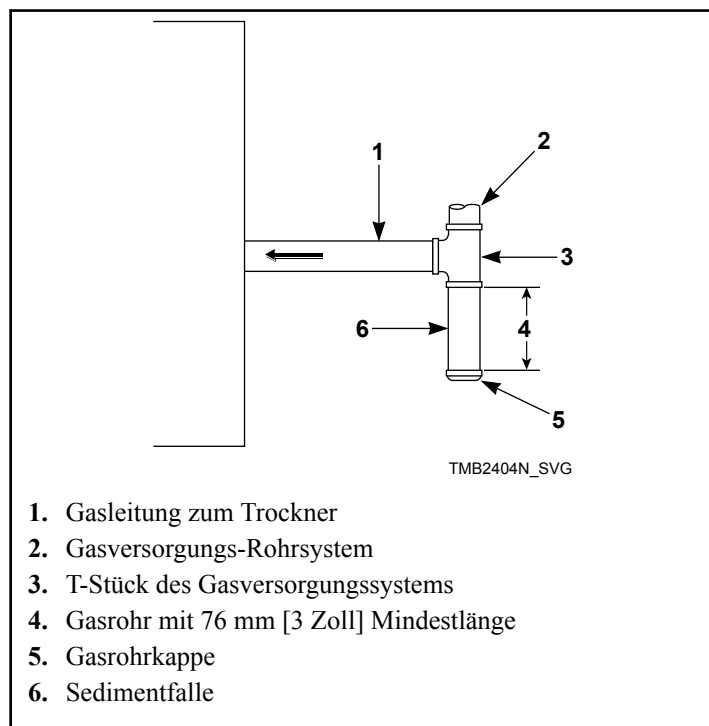

Abbildung 11
Die folgenden Teile müssen für die Gasversorgungsleitung jedes Trockners vom Kunden beige stellt und installiert werden. Siehe *Abbildung 11*.
- Versorgungsdruckmessstellen (1/8 NPT Minimum) (siehe *Abbildung 11*)